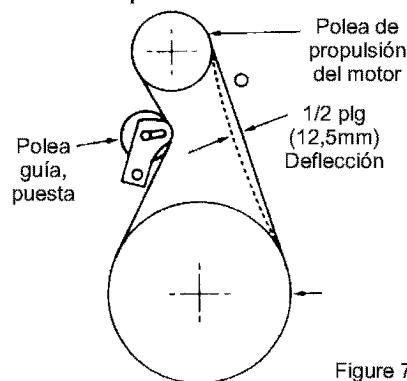

Figure 79
6. Pida a alguien que ponga el embrague de propulsión. Compruebe la tensión de la correa (al lado contrario de la polea guía). La correa debería ceder media pulgada (12,5 mm) con presión moderada (Figure 79). Puede que tenga que mover la polea guía más de una vez para conseguir la tensión correcta.